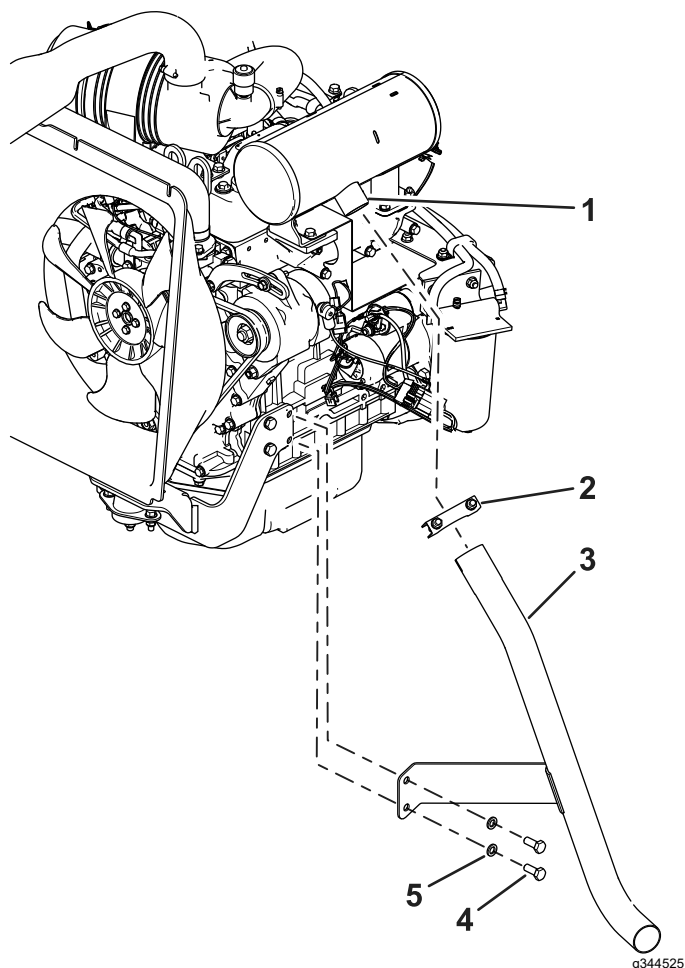

**Figura 9**
1. Levante el capó (Figura 9).